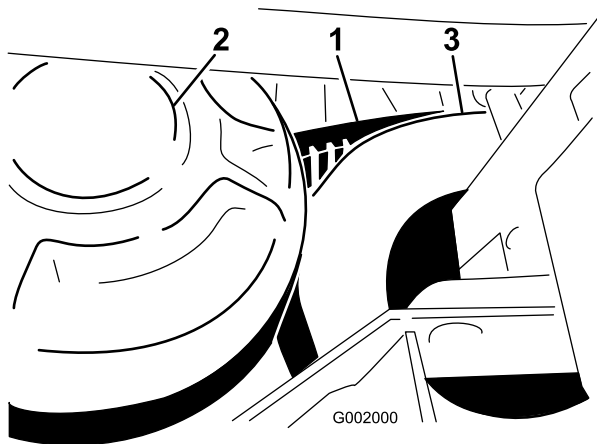

Figura 64
1. Rode e coloque a correia sobre a embraiagem secundária (Figura 64).